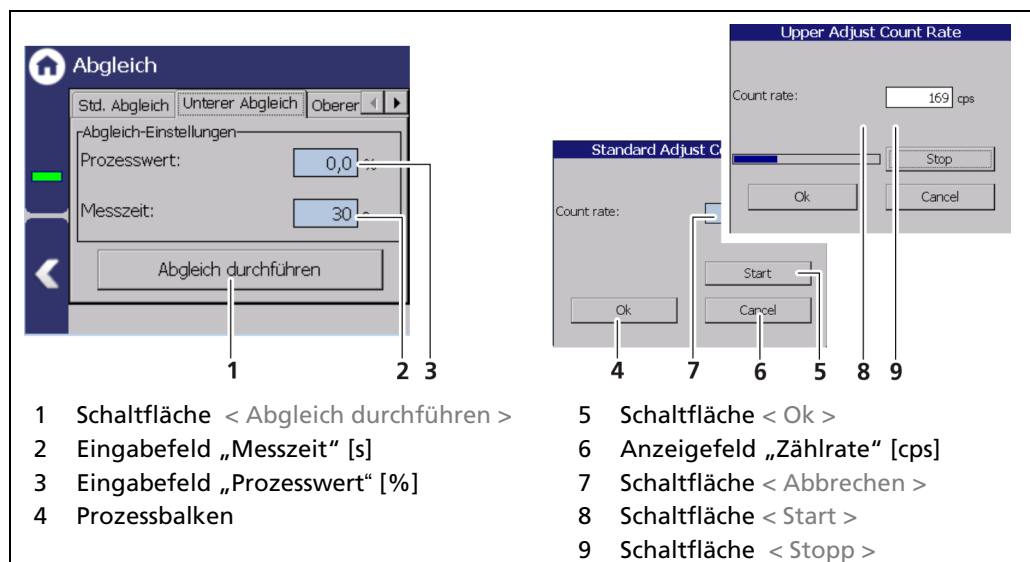

Abb. 88 Unterer Abgleich
1. Klicken Sie auf das Feld Prozesswert (Abb. 88, Pos.3) um das Eingabefeld zu öffnen.
3. Klicken Sie auf das Feld „Messzeit“ (Abb. 88, Pos.2) und geben Sie die Dauer
4. Klicken Sie auf die Schaltfläche **< Abgleich durchführen >** (Abb. 88, Pos.1).
5. Klicken Sie auf die Schaltfläche **< Start >** (Abb. 88, Pos.5).